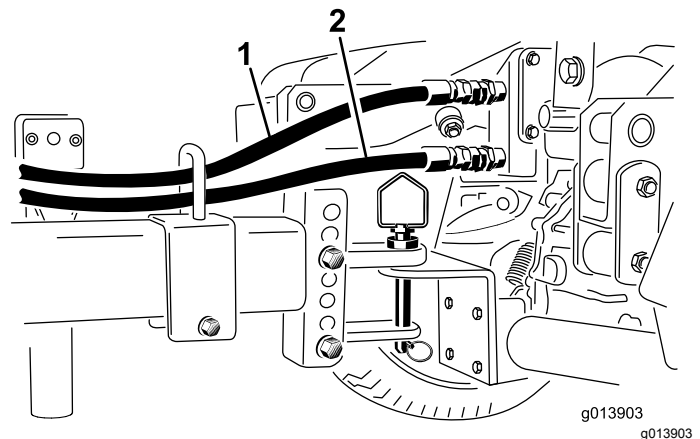

Figure 28
3. Branchez le raccord rapide du flexible de retour (le flexible sur lequel est apposé l'autocollant de la flèche) au raccord rapide supérieur du véhicule (Figure 28).
4. Branchez le raccord rapide du flexible de pression au raccord rapide inférieur du véhicule (Figure 28).